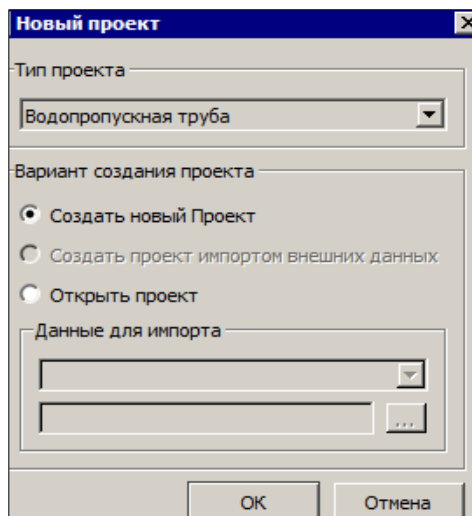

Рис. 6.2
После вызова любой из этих команд автоматически открывается диалог **Новый проект** (рис. 6.2).
На заметку Узел может остаться пустым, если в диалоге **Новый проект** нажать кнопку **Отмена** (рис. 6.2).
- I. Для создания пустого проекта выбранного типа устанавливается переключатель **Создать новый Проект** (рис. 6.2).